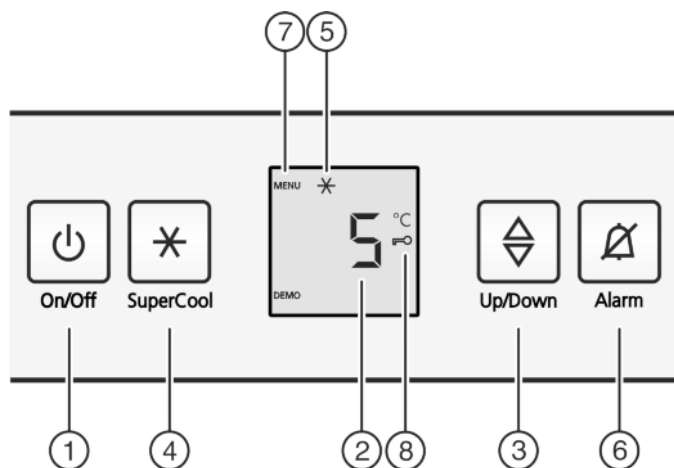

Fig. 2
- ▶ Nacisnąć przycisk On/Off Fig. 2 (1).
- ▶ Nacisnąć i przytrzymać przycisk SuperCool Fig. 2 (4) przez ok. 5 sekund.
- ▷ Na wskaźniku pojawia się symbol menu Fig. 2 (7).
- ▶ Krótko potwierdzić przyciskiem SuperCool Fig. 2 (4).
- ▷ Na wskaźniku świeci symbol zabezpieczenia przed dziećmi Fig. 2 (8).
- ▶ Krótko wcisnąć przycisk On/Off Fig. 2 (1).
- ▶ Nacisnąć przycisk Alarm Fig. 2 (6).
- ▶ Wywołanie funkcji temperatury: Nacisnąć przycisk ustawiania Fig. 2 (3).
- ▶ Zmiana temperatury krokami po 1 °C: Tyle razy naciskać przycisk ustawiania Fig. 2 (3), aż na wskaźniku temperatury pojawi się żądana temperatura.
- ▶ krótko nacisnąć przycisk SuperCool Fig. 2 (4).
- ▷ Na wskaźniku świeci symbol SuperCool Fig. 2 (5).
- ▷ Na wskaźniku gaśnie symbol SuperCool Fig. 2 (5).